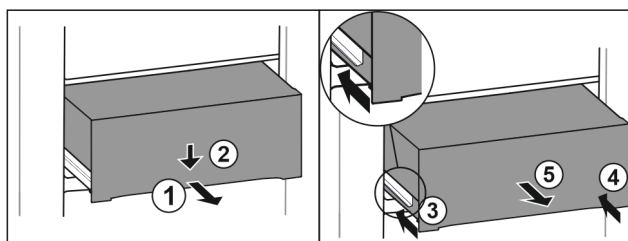

Fig. 145
- ▶ Zásuvku napůl vytáhněte. Fig. 145 (1)
- ▶ Stlačte zásuvku na přední straně dolů. Fig. 145 (2)
- ▶ Zasuňte levou kolejničku přibližně do 2 cm. Fig. 145 (3)
- ▶ Zasuňte pravou kolejničku přibližně do 2 cm. Fig. 145 (4)
- ▶ Vyjměte zásuvku dopředu. Fig. 145 (5)